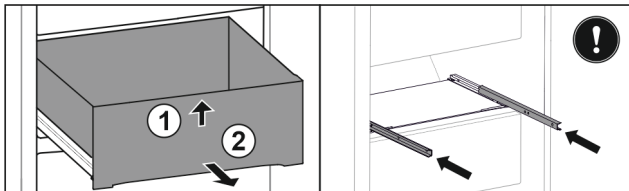

Fig. 45
- ▶ Eleve la parte frontal del cajón. Fig. 45 (1)
- ▶ Extraiga el cajón hacia delante. Fig. 45 (2)